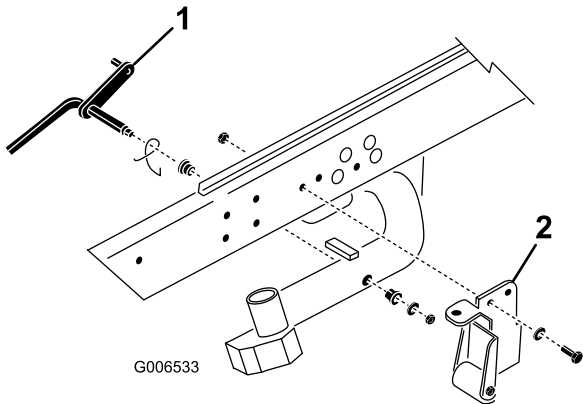

Figura 3
1. Retire la contratuerca y la arandela que sujetan la varilla de pivote al brazo de elevación número 2 (Figura 3). Retire la varilla de pivote y el muelle del brazo de elevación. Repita el procedimiento en los brazos de elevación número 1 y número 3.
Nota: Los soportes de volteo (con y sin rodillo) no se utilizan con las unidades de corte DPA (Figura 3).